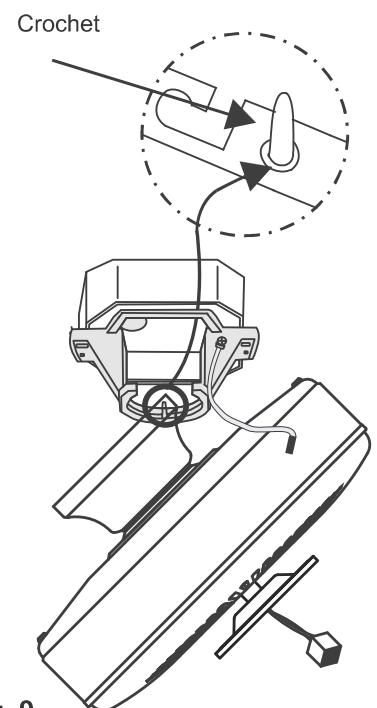

Fig. 9
Étape 7. Suspendez le ventilateur sur le crochet du support de suspension. Assurez-vous que le cache est bien verrouillé dans le crochet (**voir la Fig. 9**). Vous pourrez ensuite effectuer les connexions électriques.